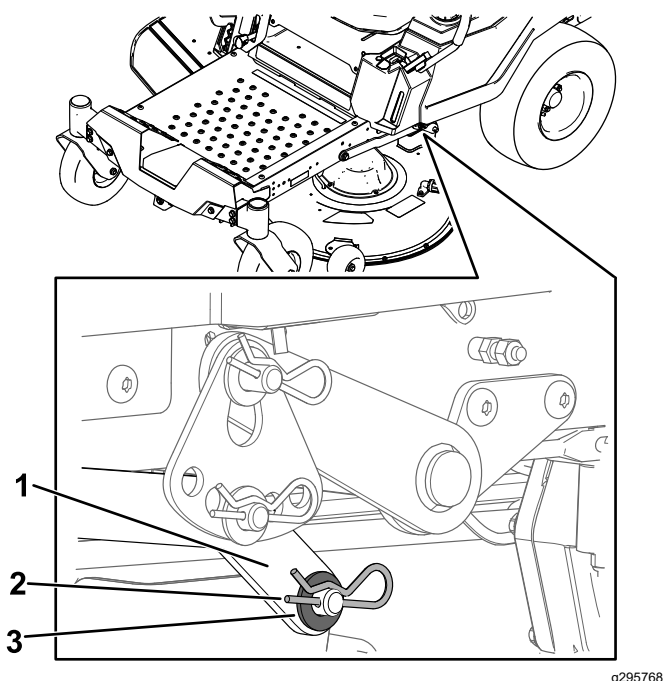

Figura 73
7. Num lado da máquina, remova a anilha e o perno de gancho do pino da plataforma (Figura 73).
8. Remova o braço de elevação do pino da plataforma (Figura 73).
5. Num lado da máquina, eleve a traseira da plataforma do cortador e eleve o braço de elevação para o pino da plataforma (Figura 73).
6. Instale o braço de elevação utilizando a anilha e o perno de gancho (Figura 73).